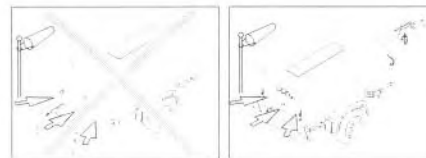

Fig. 3.4 Parte posterior del compresor contra el viento
Aplique el freno de estacionamiento tirando de la palanca del freno de estacionamiento (3) hacia arriba. Coloque el compresor lo más nivelado que sea posible; sin embargo, puede utilizarse temporalmente en una posición desnivelada que no supere los 15°. Si el compresor está aparcado sobre un terreno en pendiente, inmóvilice el compresor colocando calzos en las ruedas (disponibles opcionalmente) delante o detrás de las mismas. Coloque el extremo posterior del compresor contra el viento (véase la Fig. 3.4), alejado de las corrientes de aire contaminado y de paredes. Evite la recirculación del aire de escape del motor. Esto produce un sobrecalentamiento y se reduce la potencia del motor.